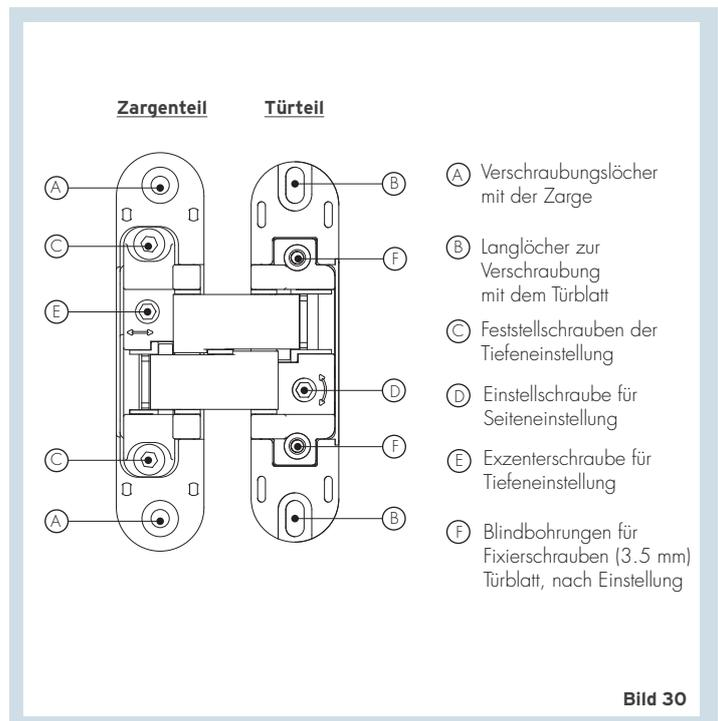

Bild 30
3. Höheneinstellung des Türblattes: Den Stufenkeil wie abgebildet unter das Türblatt schieben, und die Schrauben der Bänder im Türblatt leicht lösen. Anschließend mit dem Stufenkeil die gewünschte Höhe des Türblattes einstellen und die Bänder mit Schraube „B“ im Türblatt fixieren. Stellen Sie nun sicher, dass das Türblatt gut schließt und sich reibungsfrei dreht. (Bild 30/31).